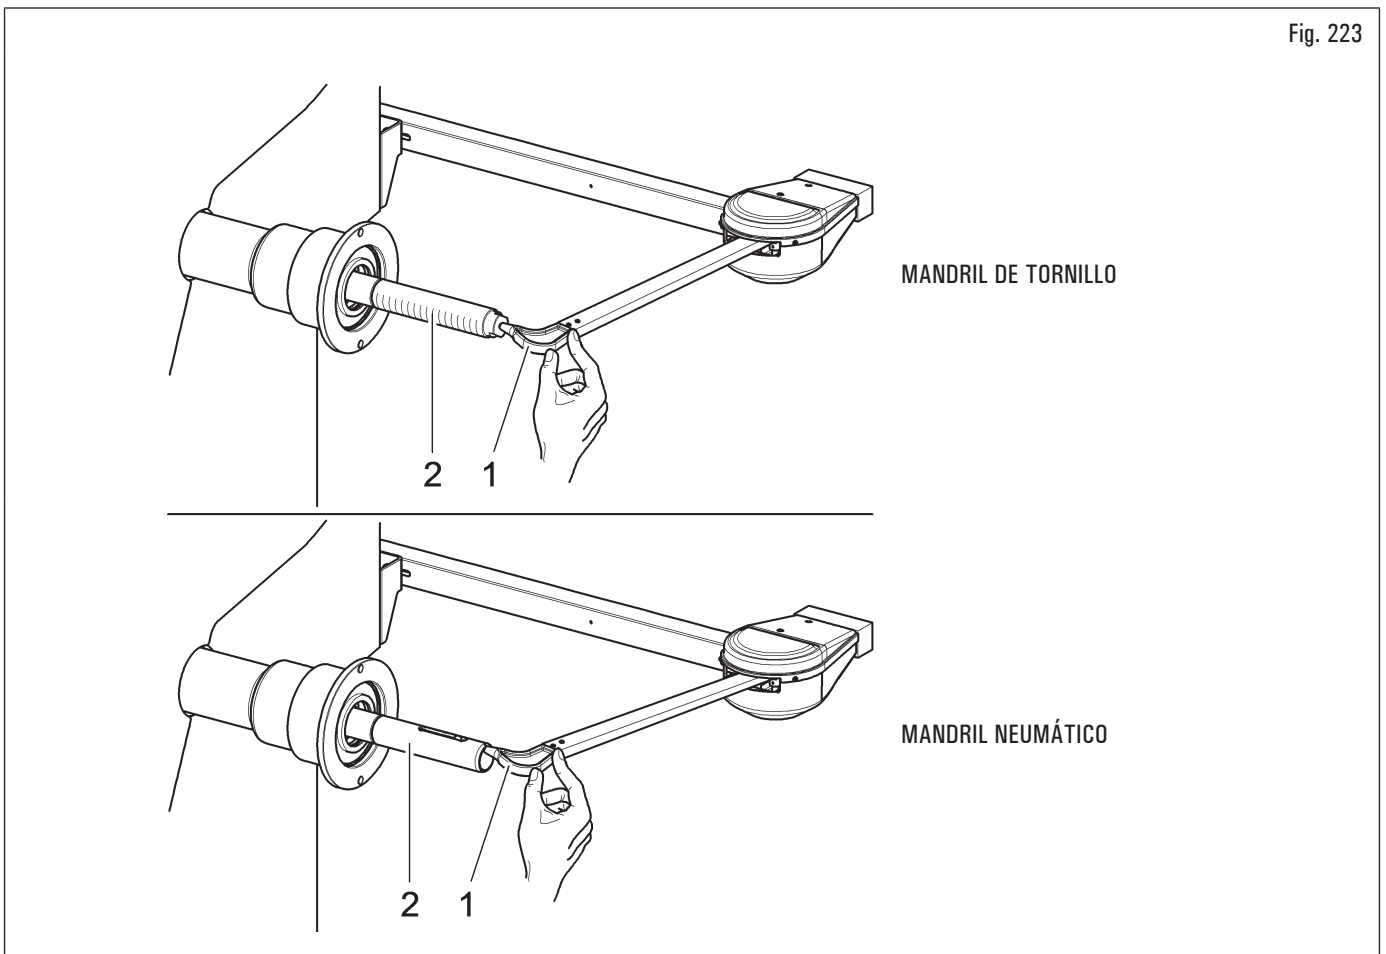

Fig. 223
Llevar el puntal del medidor anchura (Fig. 223 ref. 1) en correspondencia de la extremidad del mandril (Fig. 223 ref. 2) (si neumático llevarlo en correspondencia del borde superior del mandril abierto).